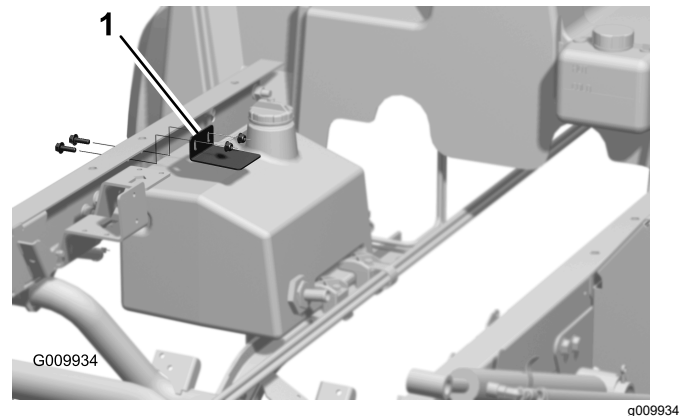

Figura 10
- Montate, senza serrarlo, il blocco serbatoio sul canale di sinistra del telaio con 2 viti a testa flangiata (5/16" x 1") e 2 dadi flangiati (5/16"), come illustrato nella Figura 10.